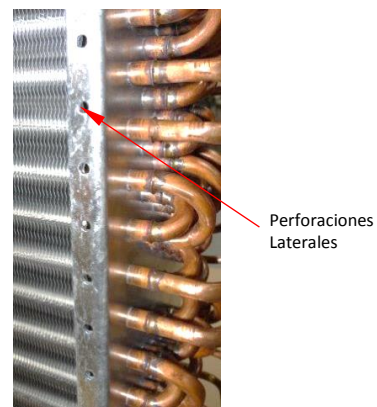

Fig.4
- El ducto debe ser instalado al serpentín taladrando y atornillando a través de la tapa del serpentín usando las perforaciones laterales (Fig.4). Se debe tener cuidado de proteger los Headers y Return bends mediante el uso de un pedazo de madera o lámina metálica detrás de la tapa que se está perforando de tal forma que las puntas de los tornillos no toquen los tubos. Un sellador adecuado debe ser utilizado para sellar las juntas.